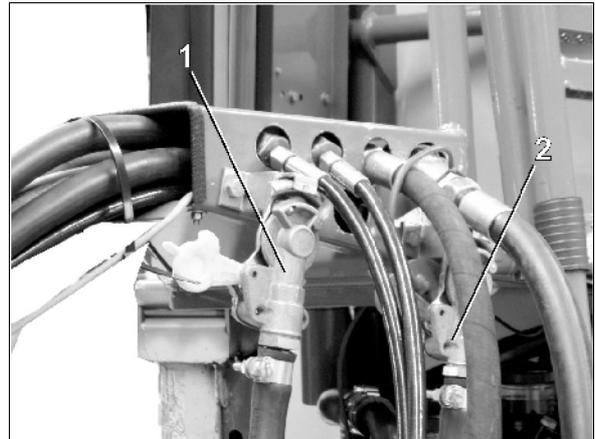

Fig. 30
2. Desserrez la tête d'accouplement de la conduite de réserve (rouge) (Fig. 30/2).
3. Desserrez la tête d'accouplement de la conduite de freinage (jaune) (Fig. 30/1).